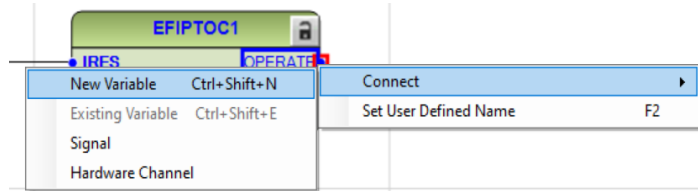

Imagen 250_Conexión de una nueva variable al puerto de salida OPERATE del bloque EFIPTOC1.
4.1.28 Del lado de la salida seleccionamos con clic derecho en la salida “OPERATE”, seleccionando “Connect - New Variable” como se muestra en la **Imagen 250**.